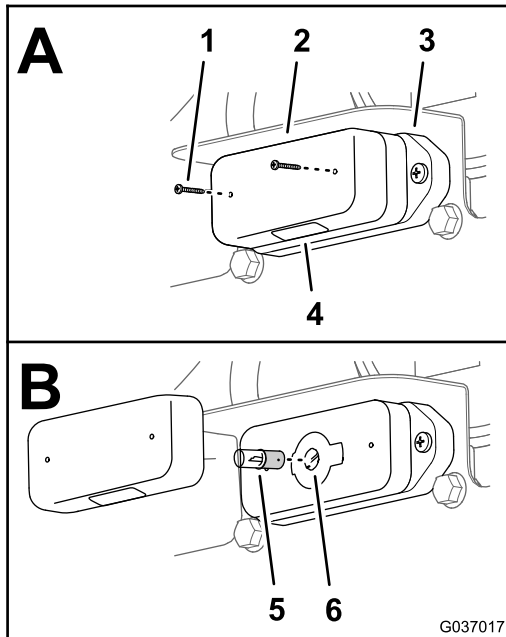

Figura 76
1. Retire los 2 tornillos que sujetan la tapa a la base de la luz de la placa de la matrícula y retire la tapa (A en la Figura 76).
2. Presione ligeramente la lámpara hacia abajo y gírela en sentido antihorario hasta que quede liberada del alojamiento de la luz y retire la lámpara (B en la Figura 76).
3. Instale la lámpara nueva en el alojamiento de lámpara (B en la Figura 76).
4. Presione ligeramente la lámpara hacia abajo y gírela en sentido horario hasta que quede sujeta en el alojamiento (B en la Figura 76).
5. Alinee la tapa a la base de la luz de la placa de la matrícula con la lente hacia abajo (A en la Figura 76).